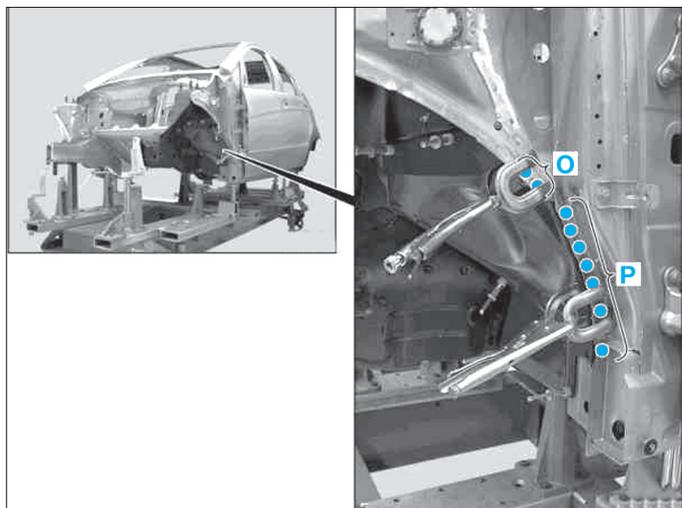

FIG. 32
- Souder les points dans les zones (O) et (P) (Fig.32).